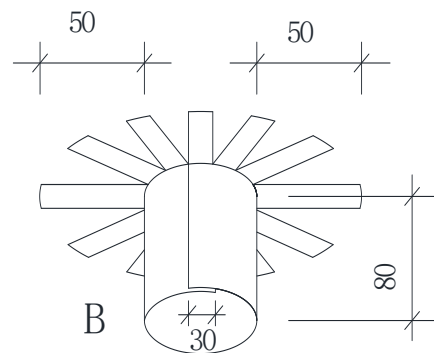

图 11 水落口加强层
(5) 水落口加强防水层采用无纺布 B 作胎基，无纺布深入水落口内 80mm，平面部分无纺布采用“裙分”开叉的方法粘贴在平面上，裙分开叉 12 等份，长度为 50mm。无纺布筒内搭接宽度为 30mm（见图 11）。